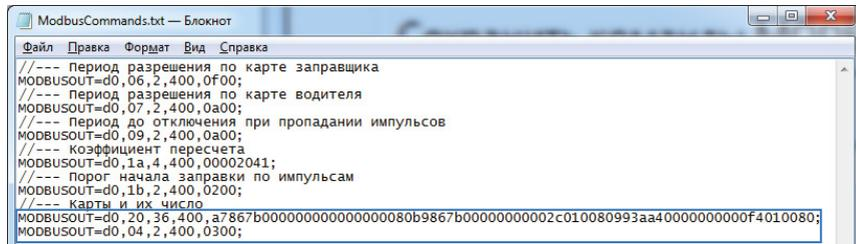

Рис.31. Команды удаленной записи списка карт.
- открыть созданный файл. Скопировать из этого файла команды из раздела «Карты и их число» (Рис.31) в новый текстовый файл и сохранить этот файл, затем изменить расширение нового текстового файла из .txt в .atc. Имя файла может быть произвольным. При копировании необходимо скопировать только команды, без комментариев (заголовков);